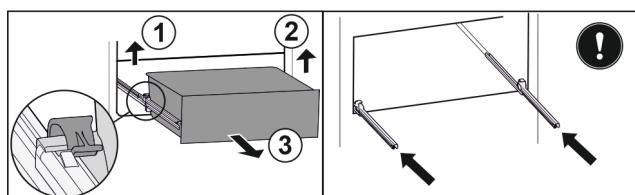

Fig. 41
- Ridicați clema din stânga și trageți concomitent sertarul din stânga spre înainte. Fig. 41 (1)
- Ridicați clema din dreapta și trageți concomitent sertarul din dreapta spre înainte. Fig. 41 (2)
- Extragăți sertarul spre înainte. Fig. 41 (3)